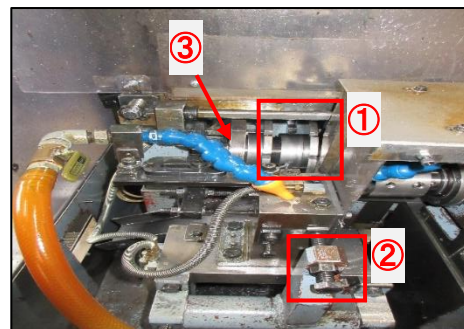

図 1
- (1) インデックスとライナーを交換する(図 1-①)
- (2) クランプボルトの調整を行う(図 1-②)
- (3) 頭押さえ(三日月)の調整をする(図 1-③)